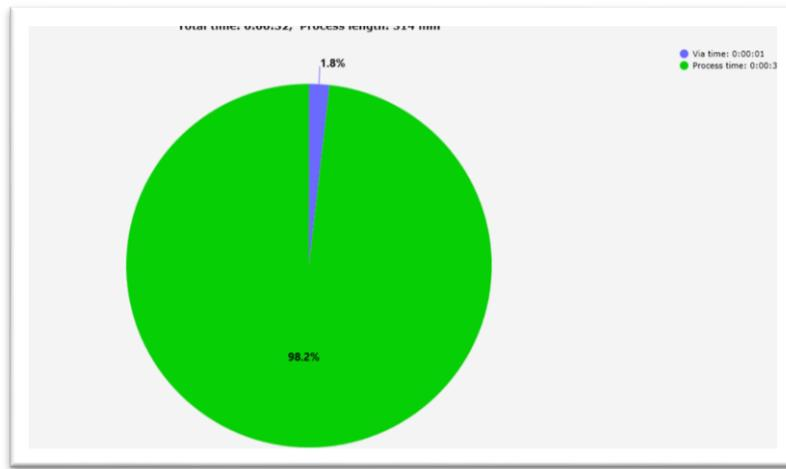

Рисунок 56 – График статистики
8. **Show statistics graph - показать график статистики:** показывает статистику сварочного процесса. Щелкните эту опцию, чтобы просмотреть круговую диаграмму, показывающую время перехода инструмента от одного шва к другому и времени обработки, а также информацию об общем времени и длине процесса (мм) (рис.56).